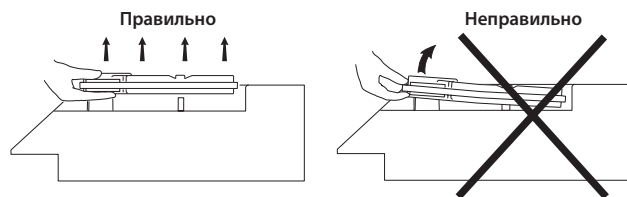

Рис. 9-1. Удаление носителя
8. Удалите носитель следующим образом — поместите руки под носителем (ладони должны смотреть вверх), затем снимите его уверенным движением вверх. Примените соответствующую силу для извлечения штифтов из направляющих ленты. См. рис. 9-1.
4. Откройте рычаг загрузки ленты и аккуратно извлеките носитель (см. рис. 9-1).